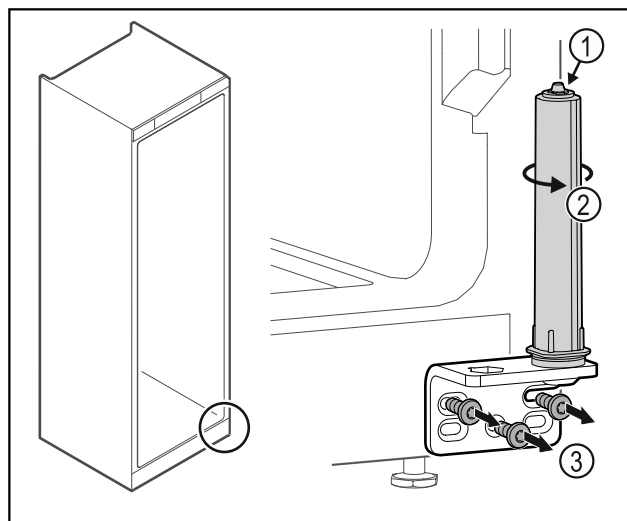

Fig. 31
- Nerozebírejte uzavírací systém dvířek Fig. 31 (1).
- Otáčejte uzavíracím systémem Fig. 31 (2), dokud nezacvakne.
- Odšroubujte úhelník závěsu Fig. 31 (3).